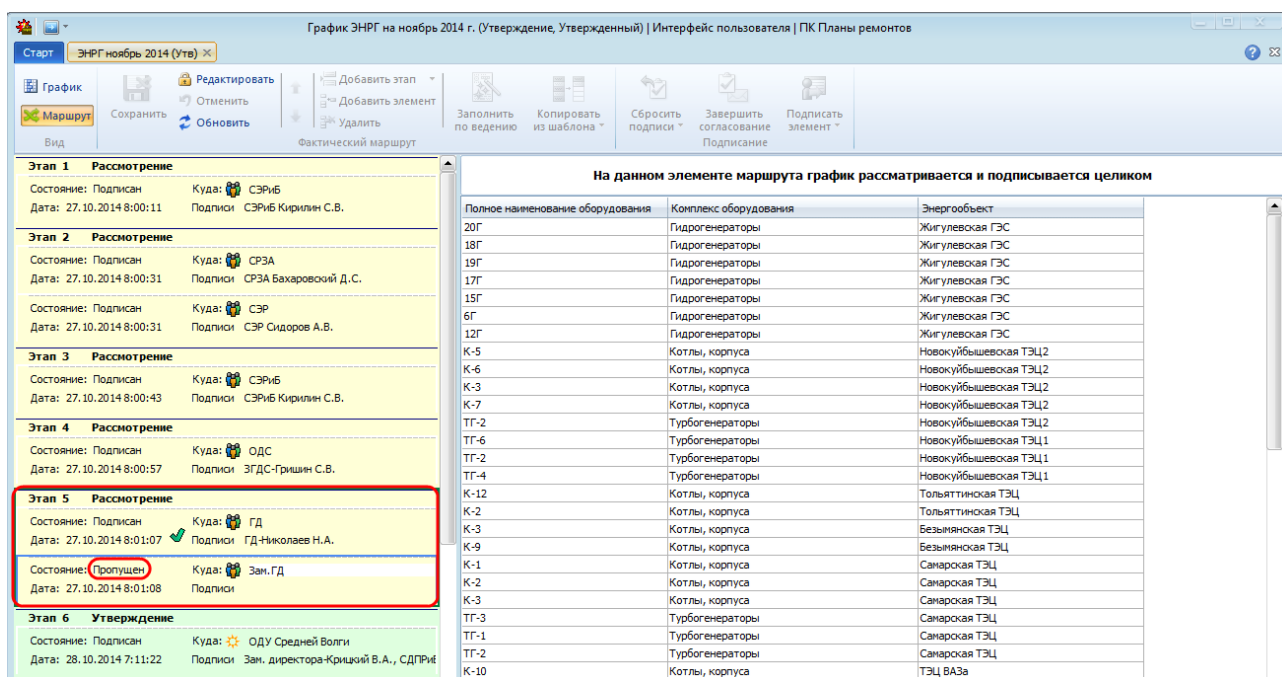

Рисунок 10.177 – Использование ППП
- если пользователь не воспользуется ППП (не установит флаг «*Использовать ППП пользователя*»), то состояние элемента на маршруте будет «*Подписан*», и остальные пользователи на этапе смогут воспользоваться ППП. Если пользователь воспользуется ППП (установит флаг «*Использовать ППП пользователя*»), то состояние элемента на маршруте будет «*Подписан*» (с ППП), а остальные элементы на этапе будут иметь состояние «*Пропущен*» (Рисунок 10.177);